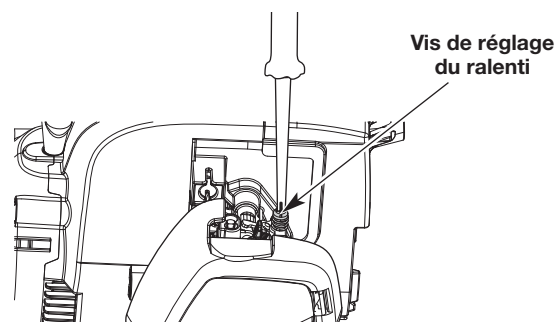

Fig. 21
2. Relâchez la manette des gaz et laissez le moteur tourner au ralenti. Si le moteur s'arrête, utilisez un petit tournevis cruciforme pour tourner la vis de réglage du ralenti dans le sens des aiguilles d'une montre, de 1/8e de tour à la fois (autant de fois que nécessaire), jusqu'à ce que le ralenti du moteur soit régulier (Fig. 21).
3. Si la vitesse de ralenti du moteur vous semble trop rapide, tournez la vis de réglage du ralenti dans le sens inverse des aiguilles d'une montre, de 1/8e de tour à la fois (autant de fois que nécessaire) afin de réduire la vitesse de ralenti (Fig. 21).